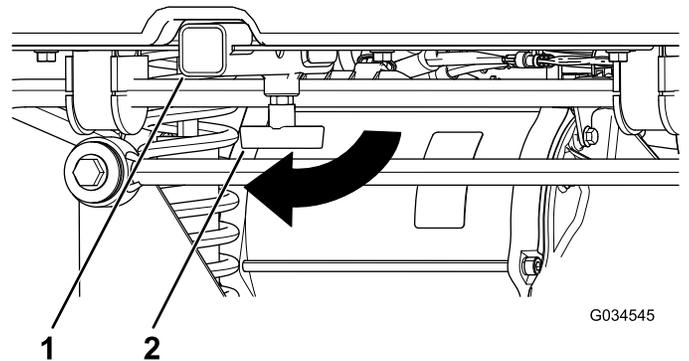

図 19
1. T 字ハンドルを右に回してゆるめる 図 19。
2. レシーバにアクセサリを挿入し、穴どうしが並ぶまで押し込む 図 19。